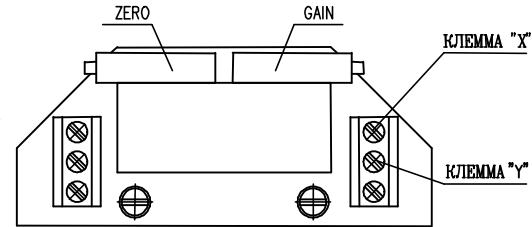

Рис. 8
#### 3.4.2 EPV - 3-проводниковое включение (рис.8)
- Установите датчик сопротивления на основании инструкций в предыдущей главе так, что величину сопротивления измеряйте на клеммах X-Y (рис.8). (употреблен датчик с сопротивлением  $2000\Omega$  или  $100\Omega$ )
- Поворачиванием устанавливающего триммера ZERO (рис.8) установите величину выходного сигнала тока, измеряемого на клеммах 81-82, на величину 0 мА или 4 мА.
- Поворачиванием устанавливающего триммера GAIN (рис.8) установите величину выходного сигнала тока, измеряемого на клеммах 81-82, на величину 20 мА или 5 мА.